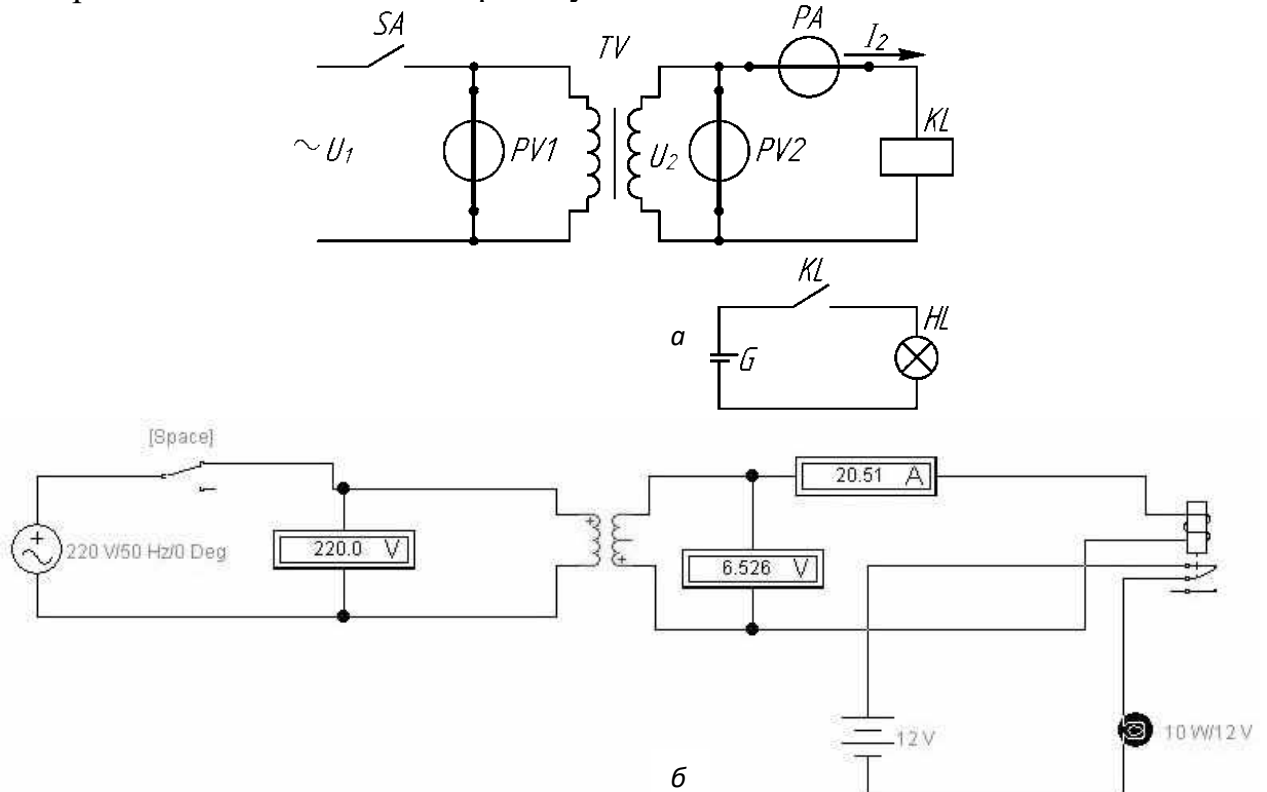

Рисунок 8.2 – Электрическая схема для исследования: а – принципиальная, б – изображение на дисплее
2. Собрать простейшую электрическую схему (рисунок 8.2), параметры которой задаются согласно варианту по табл. 1.
3. Принципиальная электрическая схема для исследования (рисунок 8.2, а).